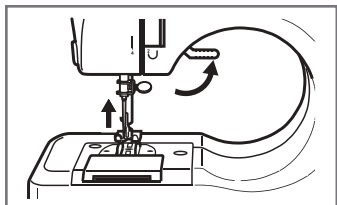

Рис.2
6.3.2 Поднимите рычаг прижимной лапки. Поверните маховик против часовой стрелки до тех пор, пока игла не окажется в верхнем положении (Рис.2).